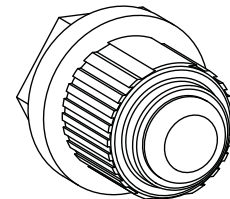

Fig. 34-1
3. Appuyez et maintenez enfoncé le bouton d'allumage électronique (voir Fig. 34-1). L'allumeur commence à susciter un déclic rapide.